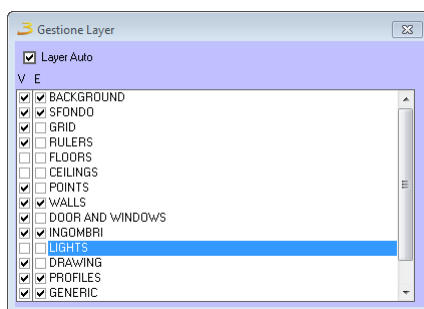

Figura 3.17: Gestione Layer nell'ambientazione.
- ◆ Layers...: apre la finestra di gestione dei Layer, figura 3.17;